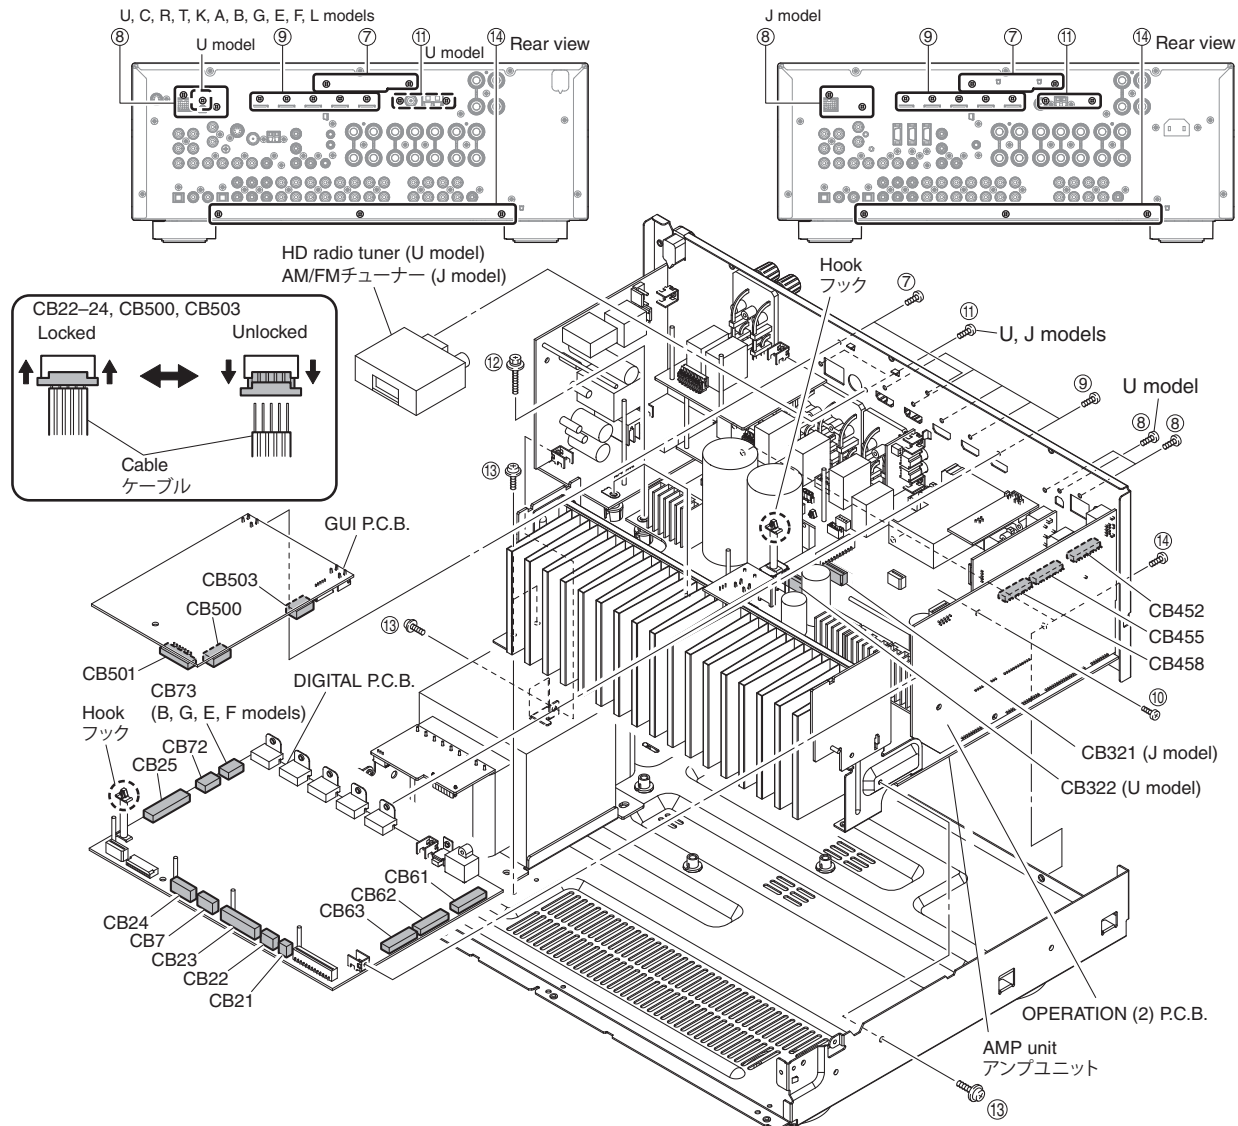

Fig. 2
- Remove 2 screws (7). (Fig. 2)
- Remove CB501. (Fig. 2)
- Unlock and remove CB500, CB503. (Fig. 2)
- Release hook, and remove the GUI P.C.B.. (Fig. 2)
- Remove 3 screws (U model) / 2 screws (C, R, T, K, A, B, G, E, F, L models) (8) and 5 screws (9). (Fig. 2)
- Remove screw (10). (Fig. 2)
- Remove 2 screws (U model) (11). (Fig. 2)
- Remove CB322 (U model). (Fig. 2)
- Remove the HD radio tuner (U model). (Fig. 2)
- Remove CB7, CB21, CB25, CB72 and CB73 (B, G, E, F models). (Fig. 2)
- Unlock and remove CB22~24. (Fig. 2)
- Release hook. (Fig. 2)
- Remove the DIGITAL P.C.B. which is connected directly to the OPERATION (2) P.C.B. with board-to-board connectors. (Fig. 2)
- Remove 3 screws (12) and 4 screws (13). (Fig. 2)
- Remove 3 screws (14). (Fig. 2)
- Remove the amp unit. (Fig. 2)
- 7のネジ2本を外します。(Fig. 2)
- CB501を外します。(Fig. 2)
- ロックを外し、CB500、CB503を外します。(Fig. 2)
- フック1箇所を外し、GUI P.C.B.を取り外します。(Fig. 2)
- 8のネジ2本、9のネジ5本を外します。(Fig. 2)
- 10のネジ1本を外します。(Fig. 2)
- 11のネジ2本を外します。(Fig. 2)
- CB321を外します。(Fig. 2)
- AM/FMチューナーを取り外します。(Fig. 2)
- CB7、CB21、CB25、CB72を外します。(Fig. 2)
- ロックを外し、CB22～24を外します。(Fig. 2)
- フック1箇所を外します。(Fig. 2)
- DIGITAL P.C.B.を取り外します。ただし、DIGITAL P.C.B.はOPERATION (2) P.C.B.に基板対基板コネクタで直接接続されています。(Fig. 2)
- 12のネジ3本、13のネジ4本を外します。(Fig. 2)